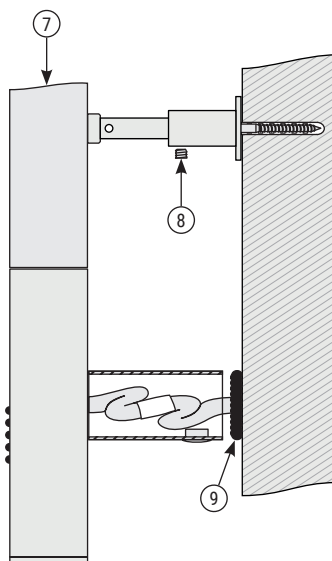

Рис.6
4.10. Произвести «черновой» монтаж полотенцесушителя, используя стопорные винты (рис. 6 «8»).
4.13. Заправить провода в коробку скрытого подключения (рис. 6).
4.14. Для повышения степени защиты до IP54 произвести герметизацию шва силиконовым герметиком по контуру примыкания коробки скрытого подключения и стены (рис. 6 «9»).